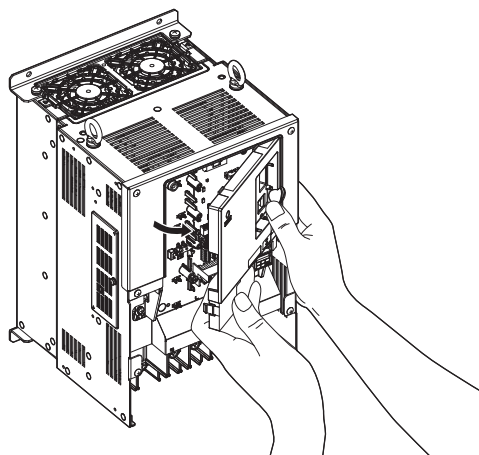

Figura 3.14 Remova a tampa dianteira (modelos 2A0106 a 2A0432 e 4A0056 a 4A0225)
4. Desenganche a lateral esquerda da tampa frontal e balance o lado esquerdo na sua direção conforme mostrado na Figura 3.14 até que a tampa se solte.